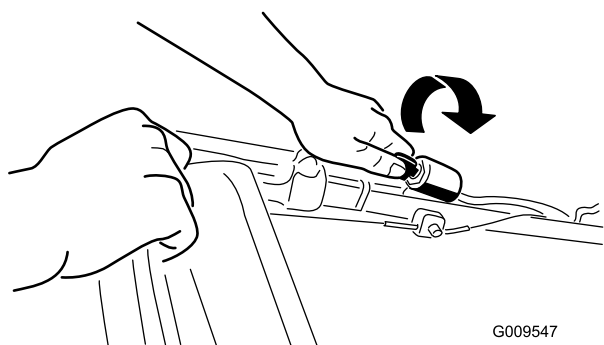
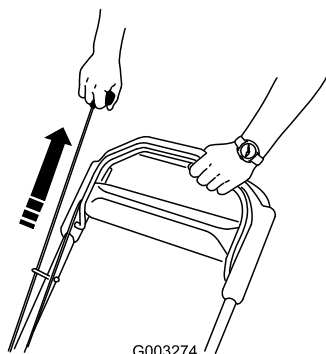

Figura 14
Figura 15
2. Gire la llave de contacto (Figura 14) o tire del arrancador de retroceso (Figura 15).
Nota: Cuando tire del arrancador de retroceso, debe tirar suavemente hasta que note resistencia; luego tire con fuerza (Figura 15). Deje que la cuerda vuelva lentamente al manillar.